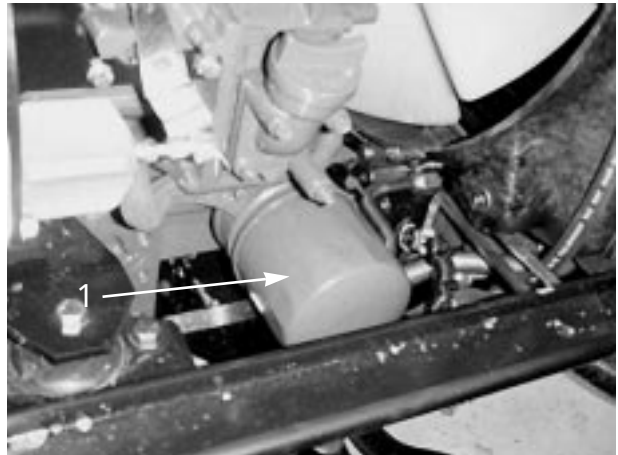

図 32
2. オイルフィルタ（図32）を外し、新しいフィルタのガスケットに薄くエンジン・オイルを塗って取り付ける。締めすぎ厳禁。